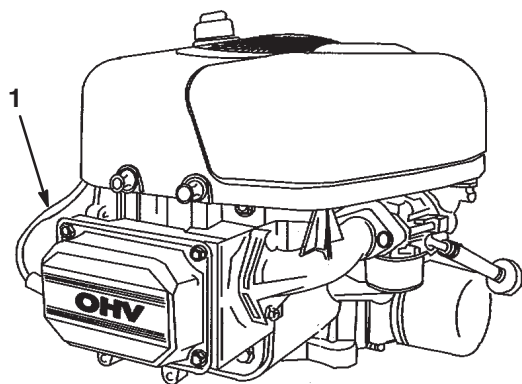

Figure 22
2. Débranchez le fil de la bougie (Fig. 22). Nettoyez la surface autour de la bougie pour éviter que des impuretés n'endommagent le moteur en tombant à l'intérieur.
3. Reconnectez le fil à la bougie (Fig. 22).